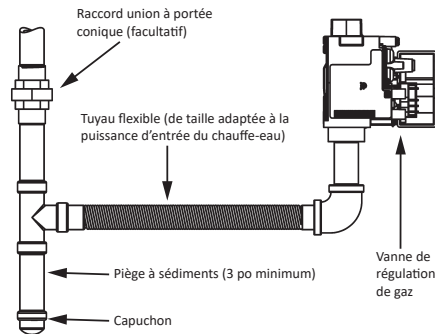
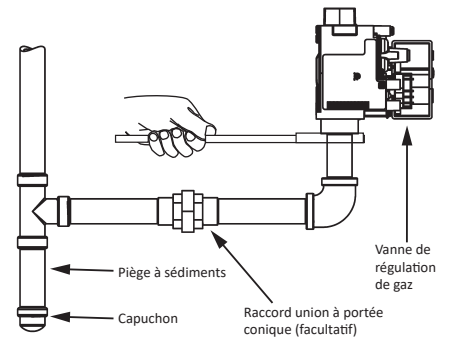

Figure 52. Tuyau flexible vers la vanne de gaz
Figure 53. Tuyau de fer noir vers la vanne de gaz
Suivre les instructions ci-dessous et voir la **Figure 52** et la **Figure 53** pour l'installation de la tuyauterie de gaz.
4. Prévoir un raccord union à portée conique entre le chauffe-eau et le robinet d'arrêt manuel. Cela facilitera l'entretien. Voir **Figure 53** (page 42).